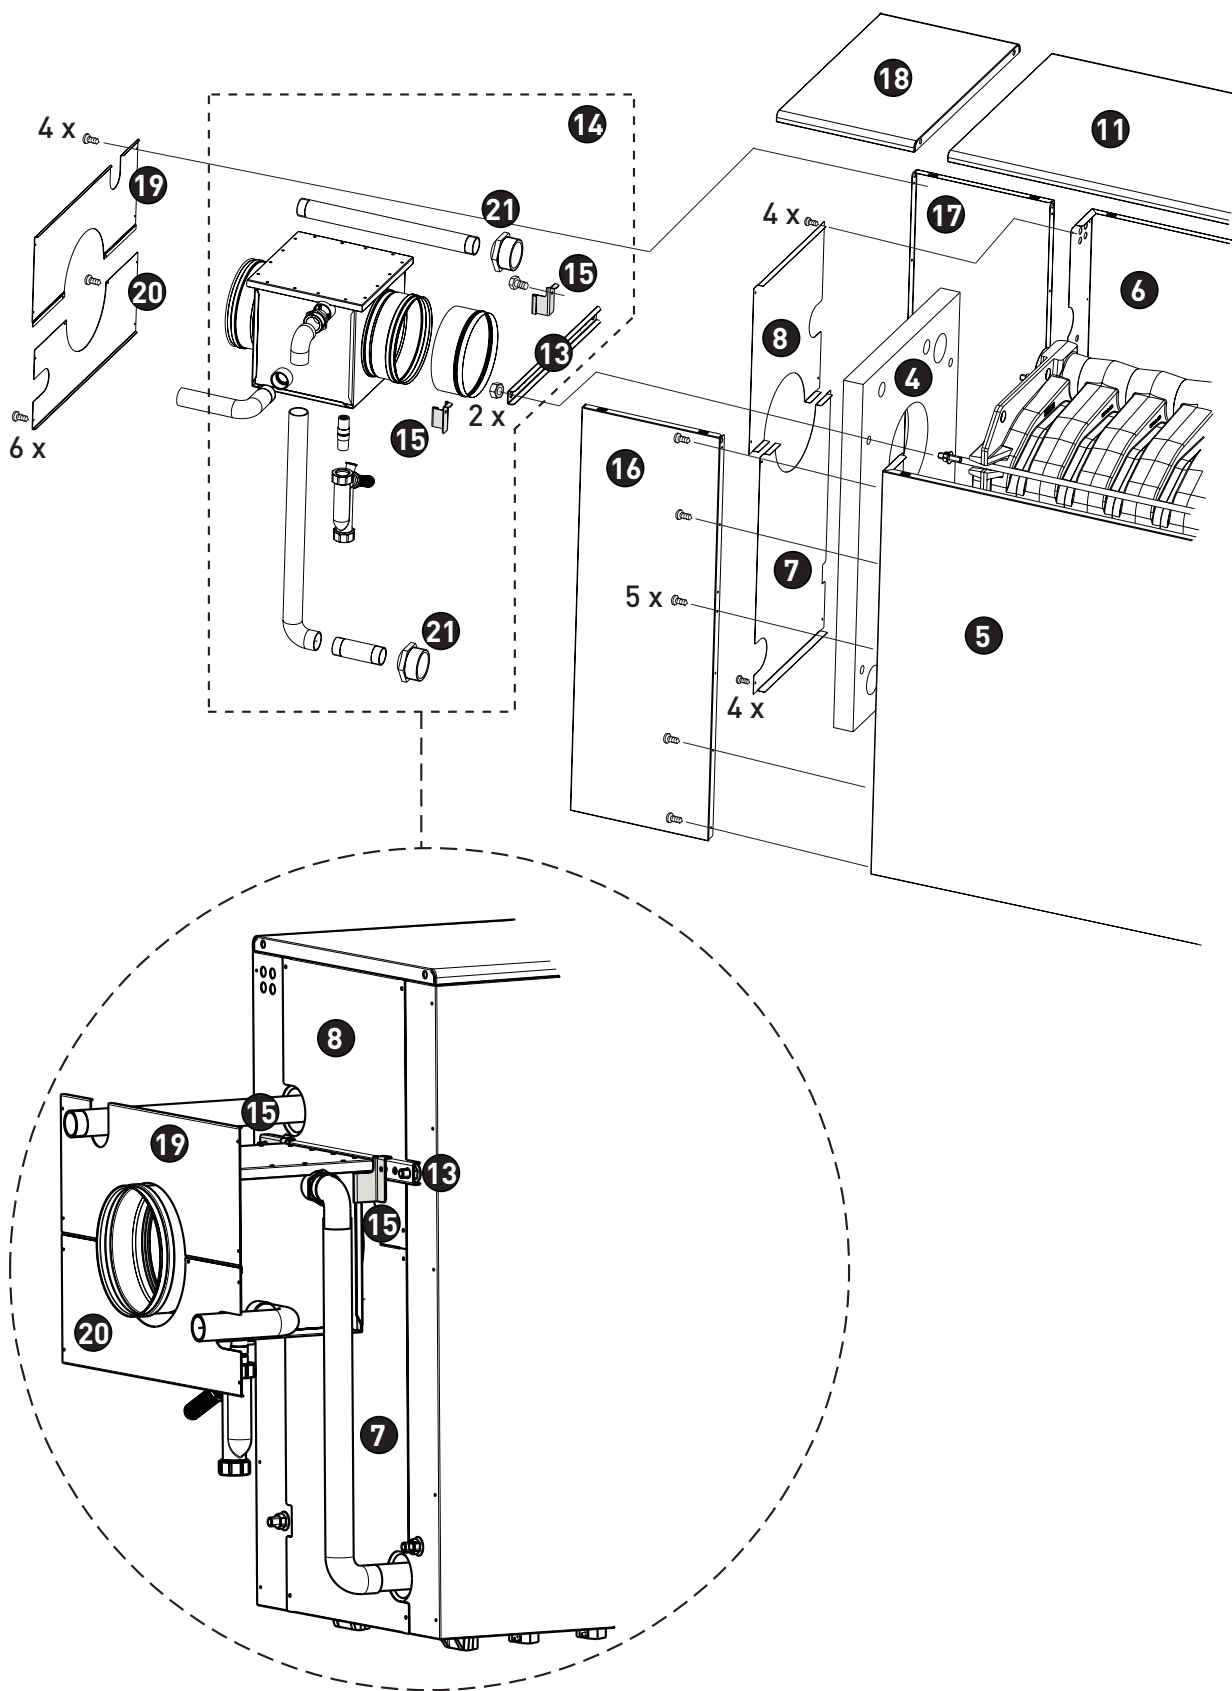

Fig. 5/b
1.6 ALLACCIAMENTO SCARICO CONDENSA (fig. 5)
1.7 MONTAGGIO MANTELLO (fig. 5/a - fig. 5/b)